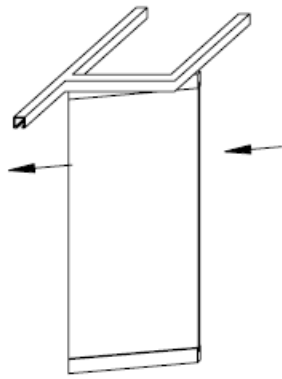

Fig. 20
20. Обслуживание конструкции и панелей (Рис. 20):